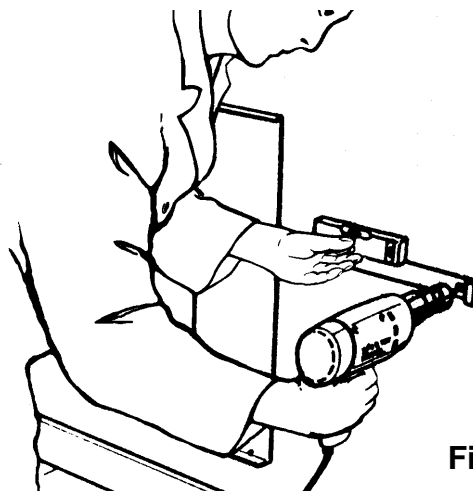

Fig.6
- 3.7 Con l'aiuto di una livella appoggiata sulla staffa, fissare in posizione orizzontale la staffa e la mascherina (Fig. 6). Eseguire anche questa volta, con punta di Ø 8 mm, i tre fori in corrispondenza delle asole ricavate su staffa e mascherina. Completare il fissaggio, usando i tre tasselli rimasti.